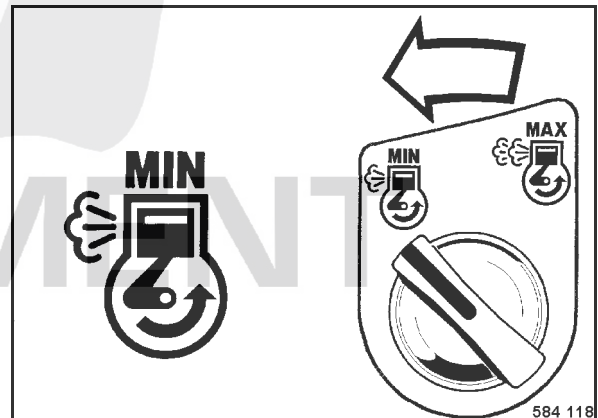

fig. 53
- Positionner l'interrupteur rotatif (fig. 53) sur „Min“ (ralenti).